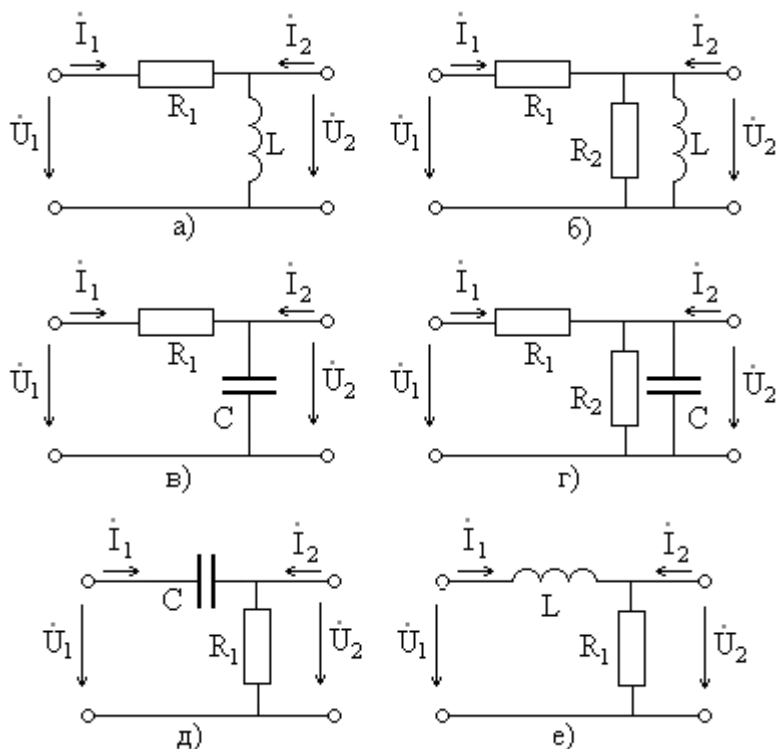

Рис. 3
1. Рассчитайте комплексный коэффициент передачи, АЧХ и ФЧХ четырехполосников, схемы которых показаны на рис. 3, постройте их графики.